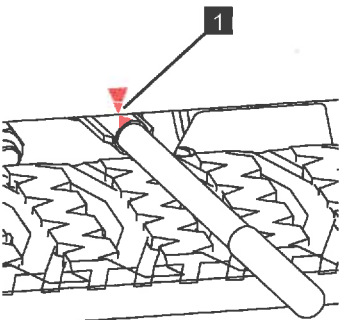

Abb. 135
9. Sicherstellen, dass die Verriegelung ordnungsgemäß eingerastet ist. Dazu muss sich der Handpumpenhebel soweit zurückgestellt haben, dass die beiden Pfeile (Abb.135/1) übereinanderstehen.